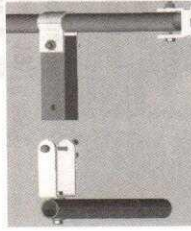
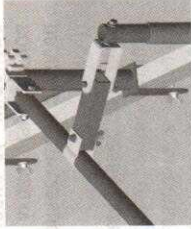

Рис. 31
Рис. 32
10. Горизонтальный фиксатор, предотвращающий самопроизвольный поворот аутригера, закрепляется на вертикальной раме (рис. 31 и рис. 32).